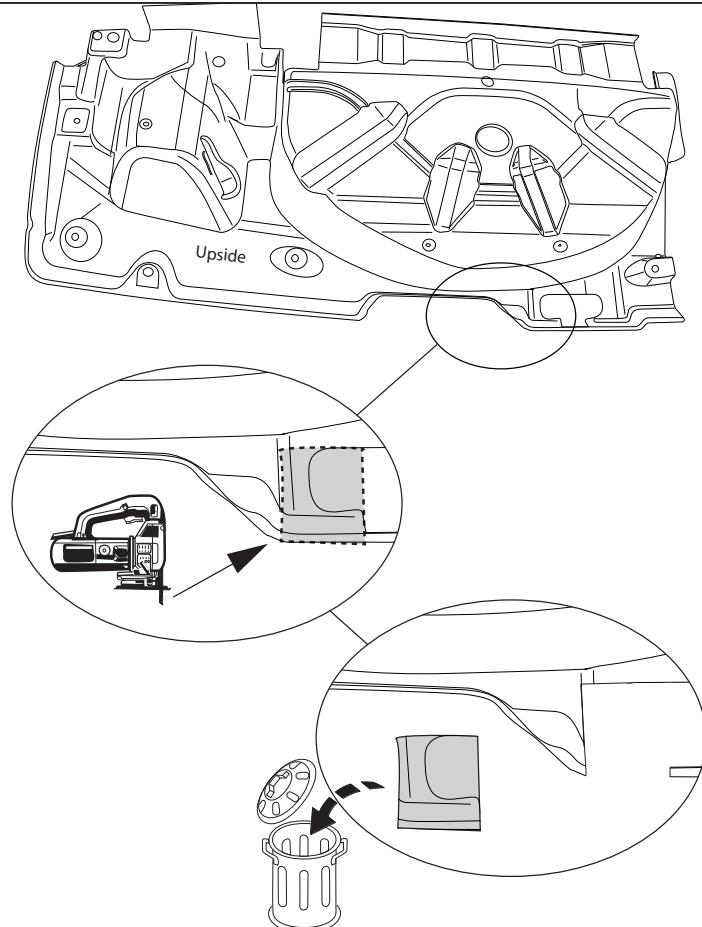

Fig.5
- Для автомобилей T6; 2015->: Выпилить часть из пластмассового защитного колпака в середине снизу, как указано на рис. 5.